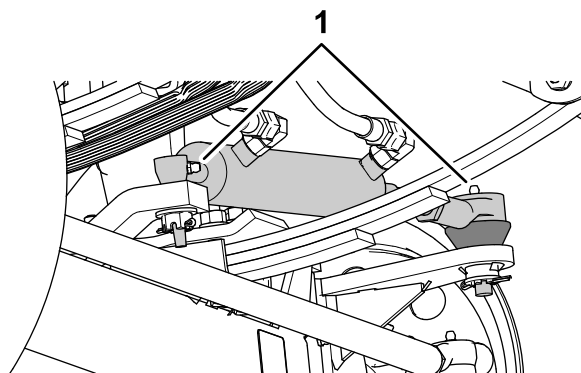
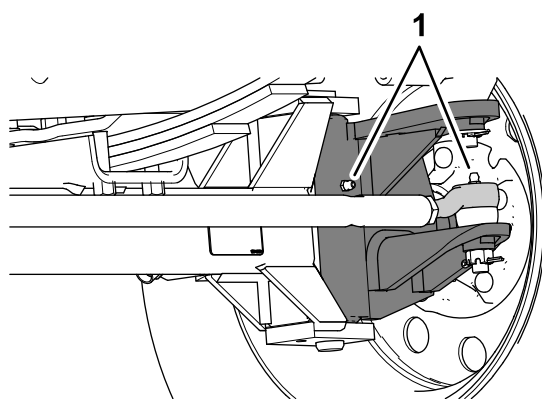

図 59
図 60
1. グリスフィッティングをウェスできれいに拭く 図 59 と 図 60。
2. グリスフィッティングにグリスを注入する 図 59 と 図 60。
注 グリスアップ箇所を 図 59 に示します。